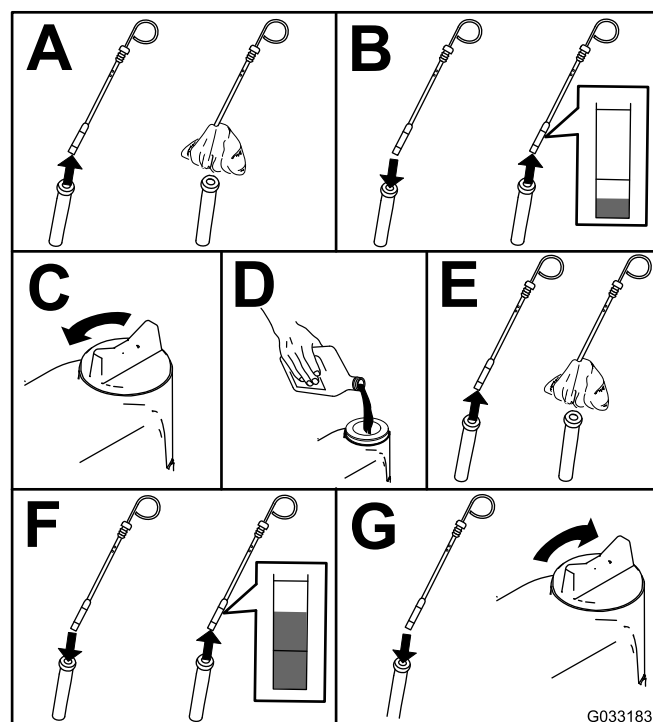

Figure 58
2. Sortez la jauge, essuyez-la sur un chiffon propre, remettez-la dans le goulot de remplissage, puis ressortez-la. Le niveau d'huile doit se situer entre les repères minimum et maximum (Figure 58).